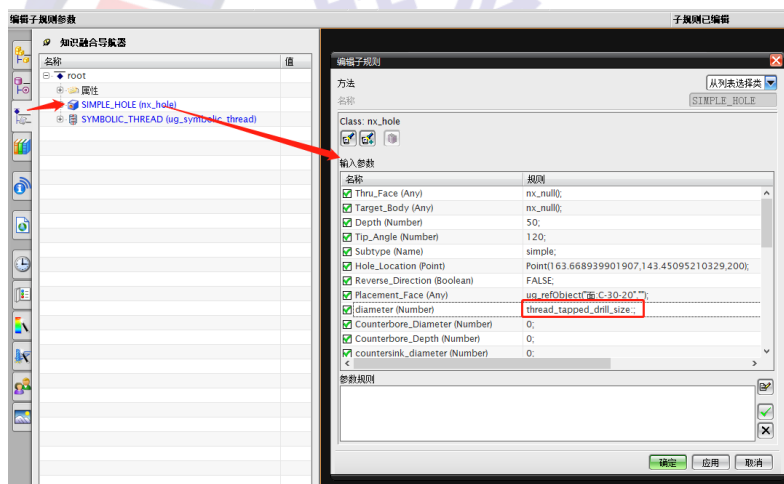
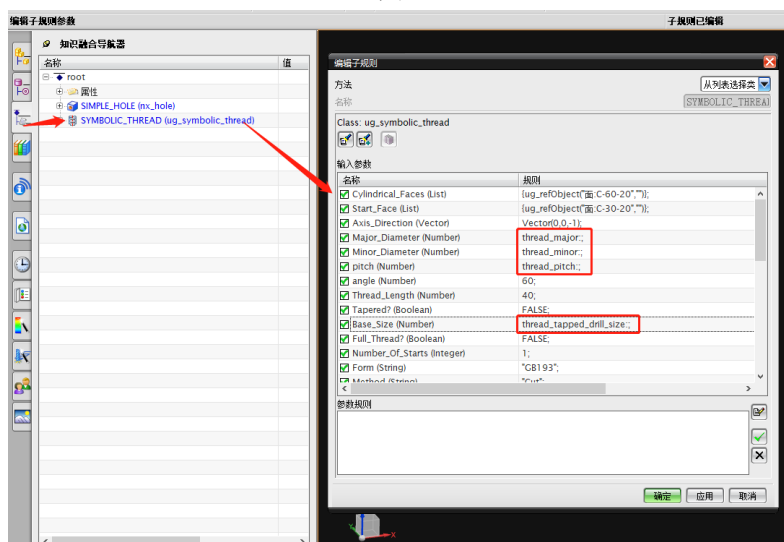

图5
图6
4、在知识融合导航器中，双击“SIMPLE_HOLE”并修改“diameter”的值为“thread_tapped_drill_size:”，双击“SYMBOLIC_THREAD”并修改“Major_Diameter”值为“thread_major:”，“Minor_Diameter”值为“thread_minor:”，“pitch”值为“thread_pitch:”，“Base_Size”值为“thread_tapped_drill_size:”，如图5，图6。